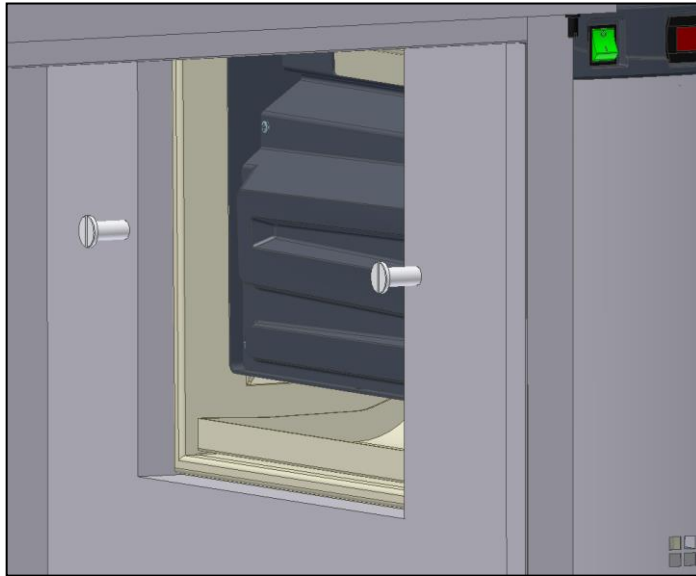

Fig. 14
- Encajar el **V6** con 2 casquilli, en el interior del panel lateral derecho (Fig. 14);